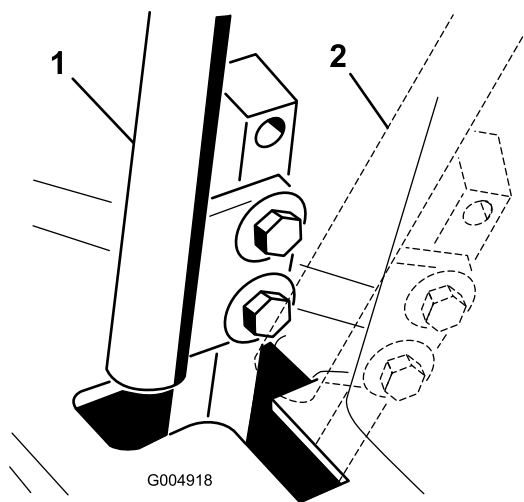

Рисунок 51
- Переведите рычаг управления в НЕЙТРАЛЬНОЕ, но не фиксируемое положение (Рисунок 51).
- Проверьте положение рычага управления относительно выемки в консоли (Рисунок 51).